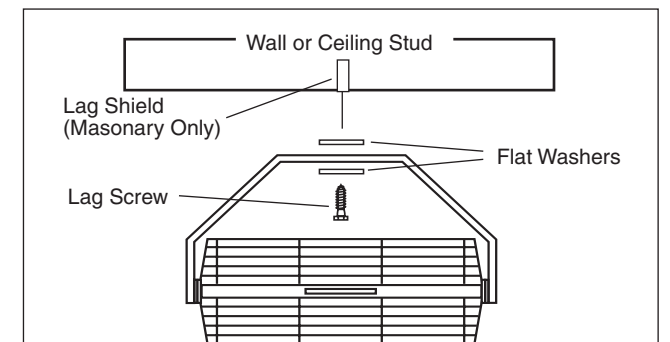

Figure 1
- WOOD STRUCTURES:** Locate the wall or ceiling stud nearest to the desired Fan location. Attach the Fan to the stud using a 3/8" diameter x 2" long Lag Screw (Not Supplied). (*Figure 1*)
3. **MASONRY STRUCTURES:** Attach Fan using a 3/8" Lag Screw, with a Lag Shield of appropriate length (Not Supplied). (Figure 1)
1. **ESTRUCTURAS DE MADERA:** Localice el montante de pared o techo más cercano a la ubicación deseada para el Ventilador. Una el Ventilador al montante, usando uno Tornillo de Retraso de 5/16" de diámetro x 2" de longitud (No Proporcionados). (Figure 1)